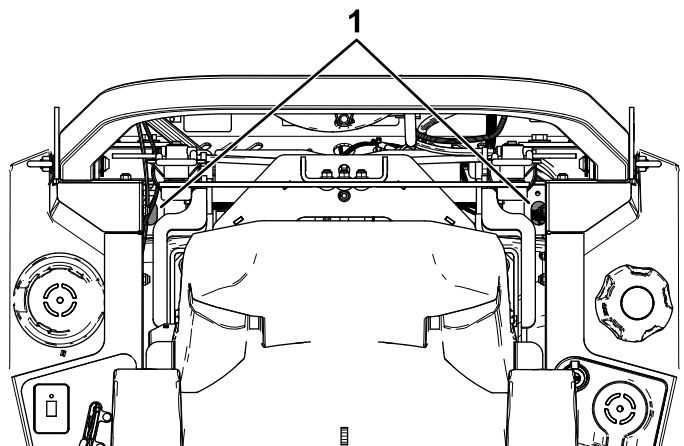

Figura 68
4. Utilizando uma extensão e uma chave de 7/16 pol., aceda ao tampão de ventilação a partir da parte superior da máquina através dos furos próximos das montagens das barras de segurança (Figura 68).